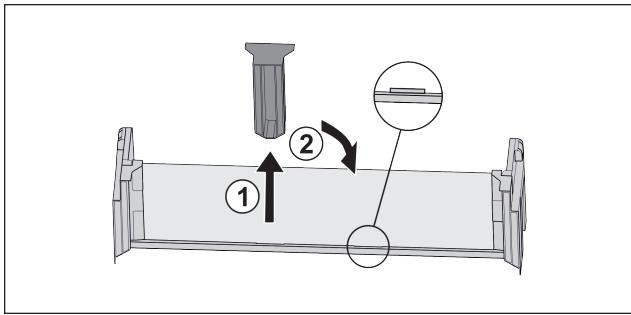

Fig. 92
- Desprindeți piesa de susținere intermediară Fig. 92 (1).
- Introduceți piesa de susținere intermediară la a doua poziție Fig. 92 (2).